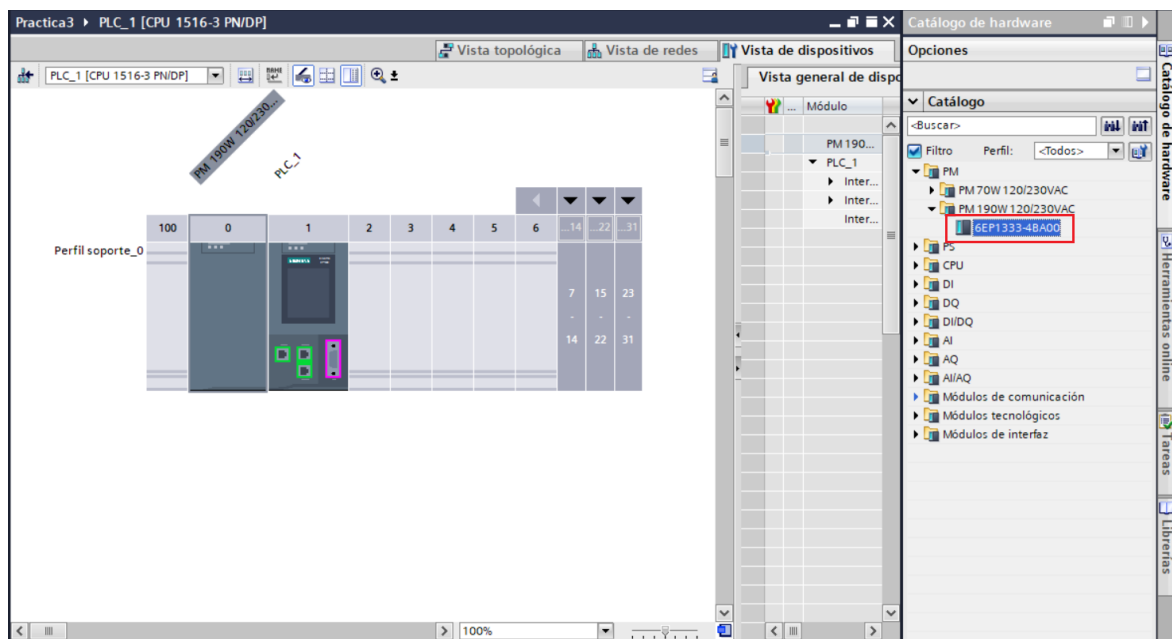

Figura 10: Agregar Módulo de potencia.
- Ubicar la fuente de alimentación dando clic sobre “**PM**” / “**PM 190W 120/230VAC**” / “**6EP1333-4BA00**” (ver Figura 10).